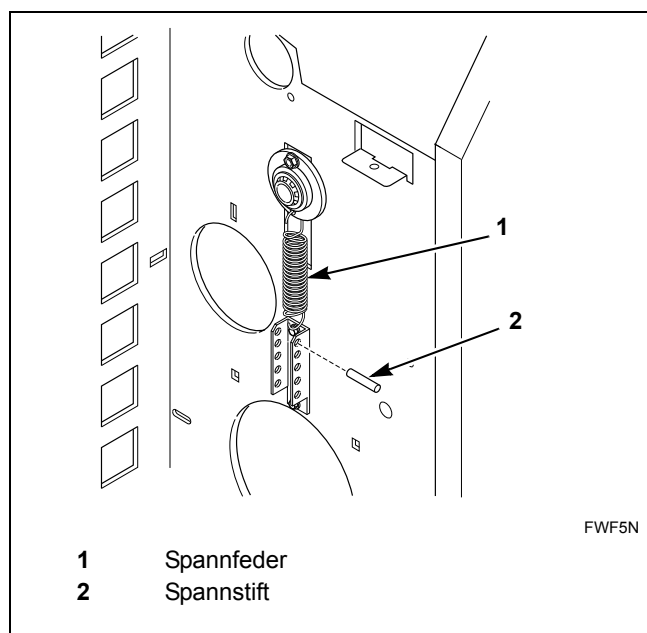

Abbildung 30
4. Lösen Sie die Spannfeder der Rücklaufbänder vom Spannstift auf beiden Seiten der Wäschemangel. Siehe *Abbildung 30*.